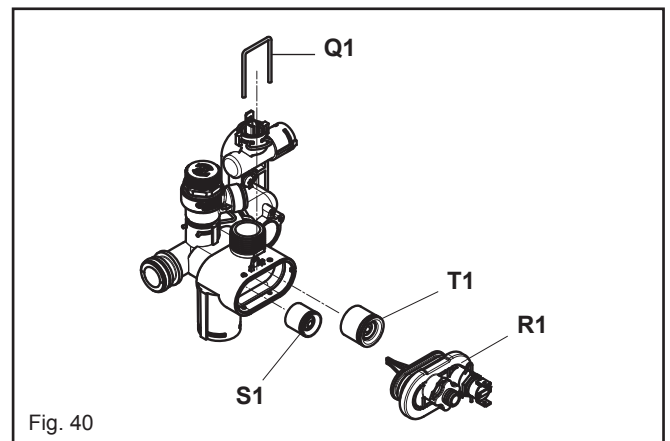

Fig. 40
6.17 AUTOMATIC BY-PASS & DHW NON-RETURN (fig. 40)